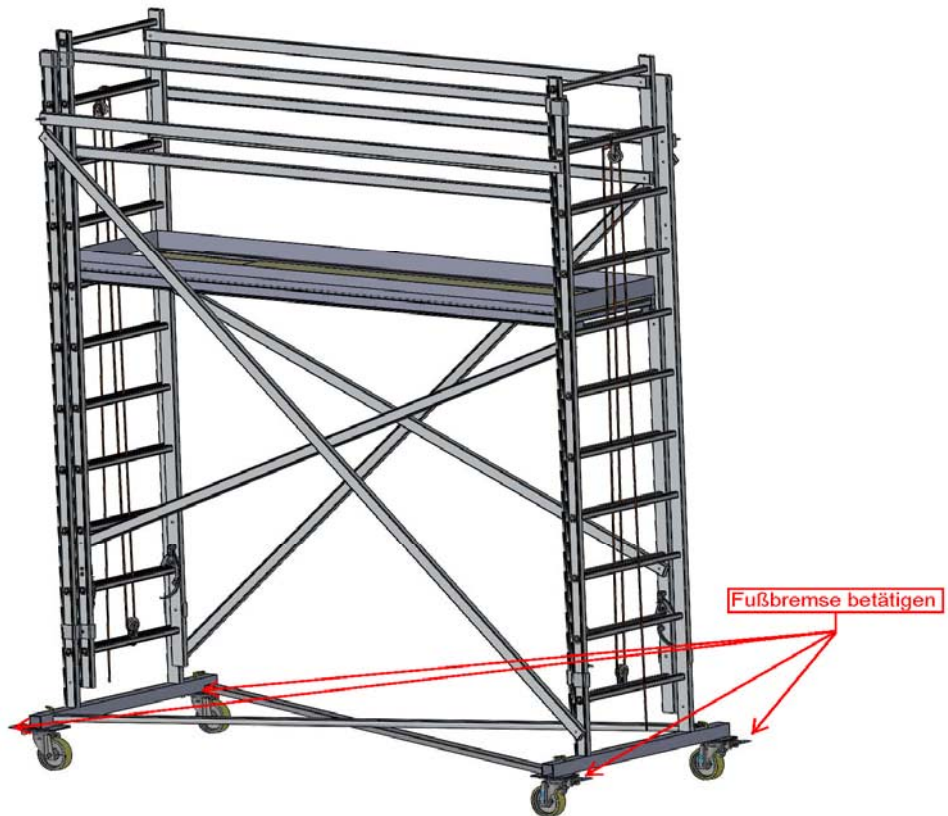

Bild 6
- 6.) Gerüst aufstellen und alle 4 Lenkrollen mit dem Fuß feststellen Bild 6